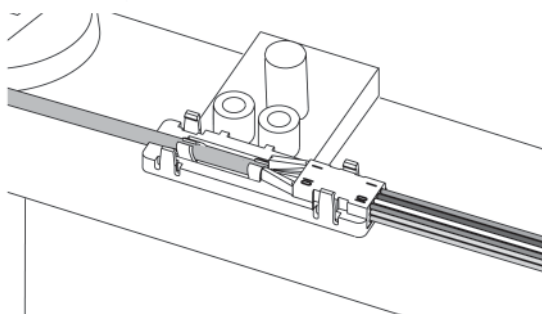

Figura 19
7.8 Baixe a secção de inserção para o corpo do BTF e prima para a colocar no lugar (Figura 19).